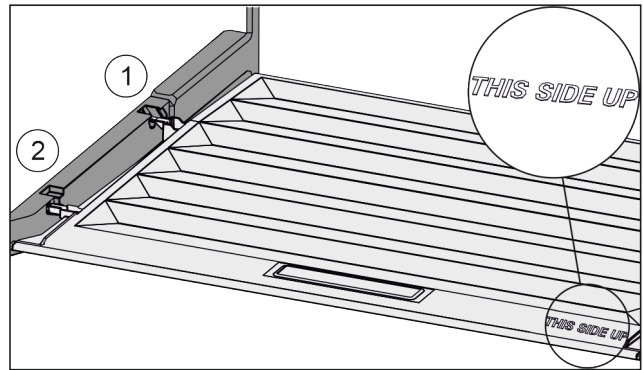

Fig. 120
- ▶ Introduire les rainures du couvercle par l'orifice du support arrière Fig. 120 (1) et les enclencher à l'avant dans le support Fig. 120 (2).